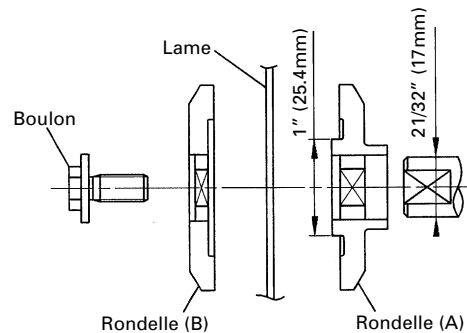

Fig. 37-d
(7) Appuyer sur le verrou d'axe et serrer le boulon en le tournant vers la gauche à l'aide de la clé fournie comme accessoire standard (clé à douille de 17mm), comme indiqué à la Fig. 37-c.